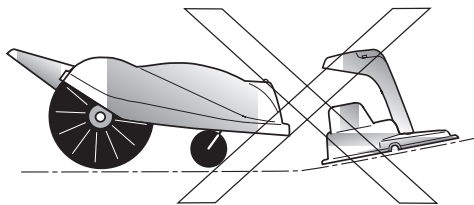

Fig.2
- Laddstationen ska stå plant i förhållande till klipparen (fig. 2 och 3).